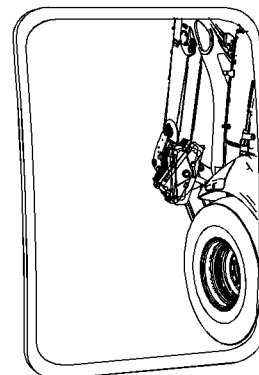

Ilustración 133
Si tiene, ajuste el espejo retrovisor del lado izquierdo (2) para que un área de por lo menos 1 m (3,3 pies) del lado de la máquina pueda verse. Consulte la ilustración 133. Ajuste también el espejo retrovisor izquierdo de manera que se pueda ver lo siguiente: